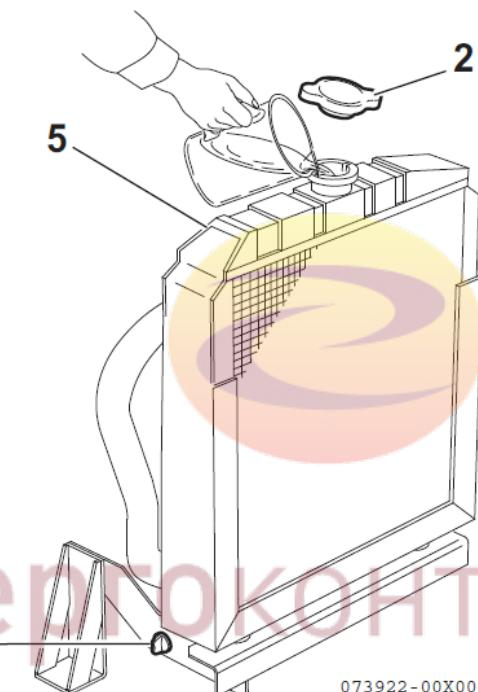

Рисунок 28
1. Убедитесь, что сливная пробка радиатора стоит на месте и закручена, и сливной кран (рисунок 28, (1)) закрыт. Также удостоверьтесь, что сливная пробка охлаждающей жидкости (рисунок 29, (1)) в блоке цилиндров стоит на месте и закручена, и шланги охлаждающей жидкости (рисунок 30, (1)) установлены и подсоединенены к масляному радиатору.
2. Снимите крышку радиатора (Рисунок 28 (2)), повернув её против часовой стрелки на 1/3 оборота.
4. Установите крышку радиатора на место (рисунок 28, (2)). Выровняйте выступы на задней стороне крышки радиатора с прорезями на заливной горловине радиатора. Нажмите вниз и поверните крышку по часовой стрелке на 1/3 оборота.